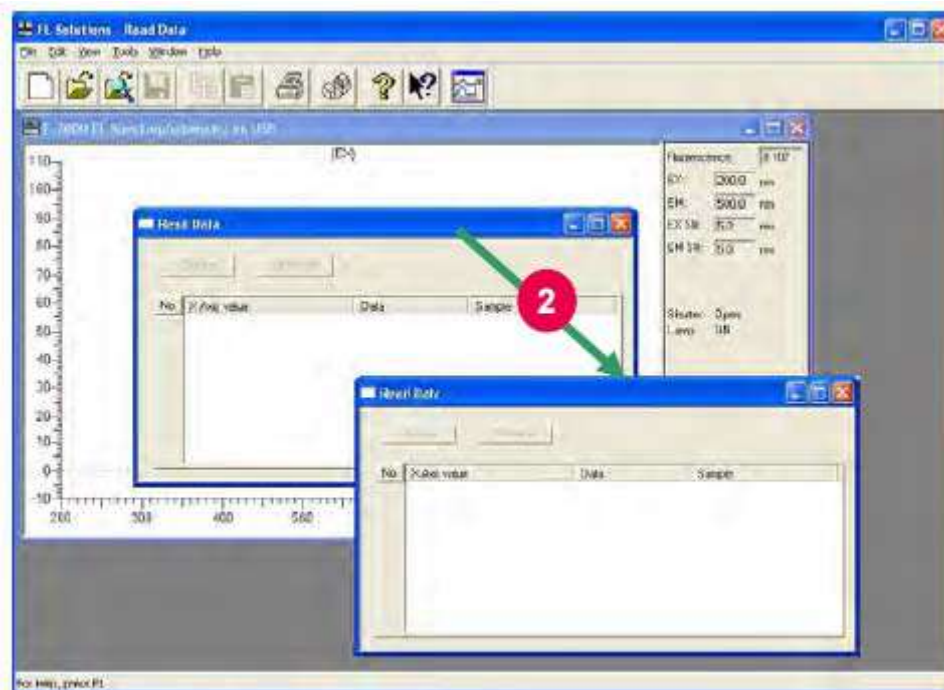

Рис. 7-52
- (2) При этом появится окно «Чтение данных», как показано на рис. 7-52. Перетяните окно в нижнюю правую часть экрана, схватив левой кнопкой мыши синюю область заголовка окна. (Смотрите (2) на рис. 7-52).